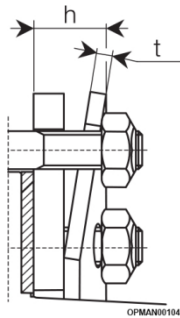

Abbildung 5.45
5.4.1.9 Ziehen Sie die Schrauben schrittweise an (z. B. jedes Mal eine halbe Umdrehung), um die Tellerfeder gleichmäßig auf die erforderliche Kompression „h“ zu drücken; siehe Abbildung 5.45